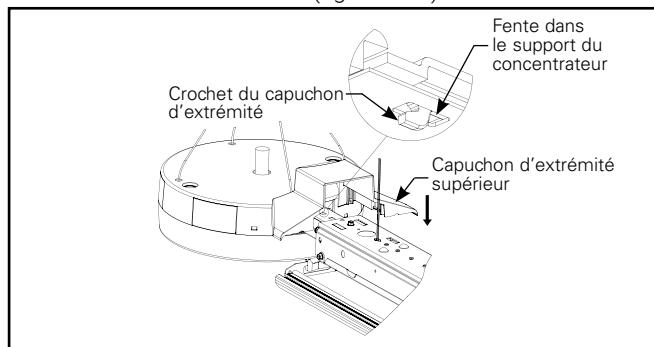

Figure 12.1.
A. Repérez le crochet du capuchon d'extrémité supérieur dans la fente du support du concentrateur entre le luminaire et le concentrateur (figure 12.1).